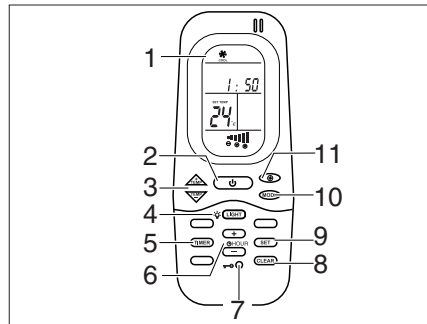
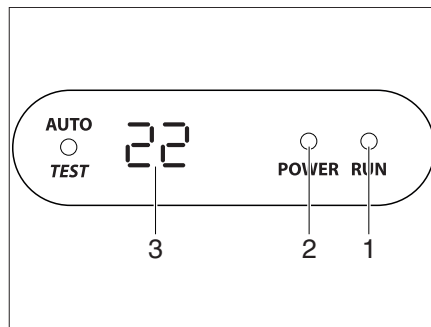

Fig. 335 Télécommande
Fig. 336 Écran du diffuseur
La climatisation est montée sur le toit du véhicule. La télécommande (Fig. 335) pour la climatisation se trouve dans le coin cuisine.
La climatisation est prête à fonctionner. La LED (Fig. 336,2) de l'écran du diffuseur brille en rouge.
- Pour la mise en service, appuyer sur l'interrupteur Marche/Arrêt (Fig. 335,2) de la télécommande. La DEL (Fig. 336,1) brille en vert si la climatisation fonctionne en mode refroidissement. La DEL (Fig. 336,1) brille en rouge si la climatisation fonctionne en mode chauffage.
- Régler le mode de fonctionnement désiré avec la touche MODE (Fig. 335,10).
- Si nécessaire, régler l'étage de ventilateur désiré avec la touche (Fig. 335,11) et la température ambiante avec les touches (Fig. 335,3).
- Pour la mise hors service, appuyer sur l'interrupteur Marche/Arrêt (Fig. 335,2) de la télécommande.
- Pour la programmation, enclencher la climatisation avec l'interrupteur Marche/Arrêt (Fig. 335,2) de la télécommande.
- Appuyer sur la touche TIMER (Fig. 335,5). L'indicateur ON de l'heure de démarrage est activé.
- Régler l'heure à l'aide des touches TEMP (+/-) (Fig. 335,3).
- Rappuyer sur la touche TIMER (Fig. 335,5). L'indicateur OFF de l'heure de démarrage est activé.
- Rappuyer sur la touche TIMER (Fig. 335,5).
- Une fois le réglage terminé, appuyer sur la touche SET (Fig. 335,9).
- En vue d'effacer la programmation de la minuterie, appuyer sur la touche CLEAR (Fig. 335,8).